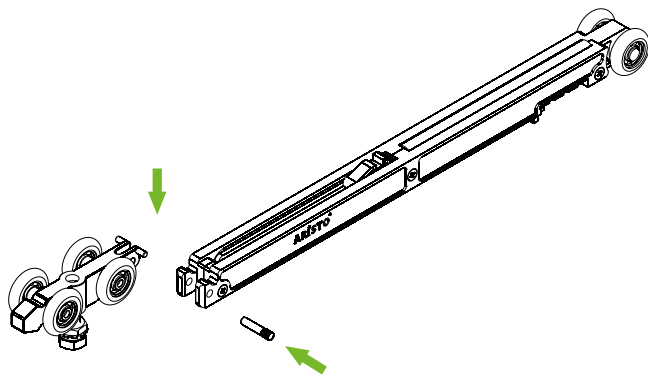

Рис.2
❷ Соедините верхний ролик с доводчиком штифом (рис. 2).